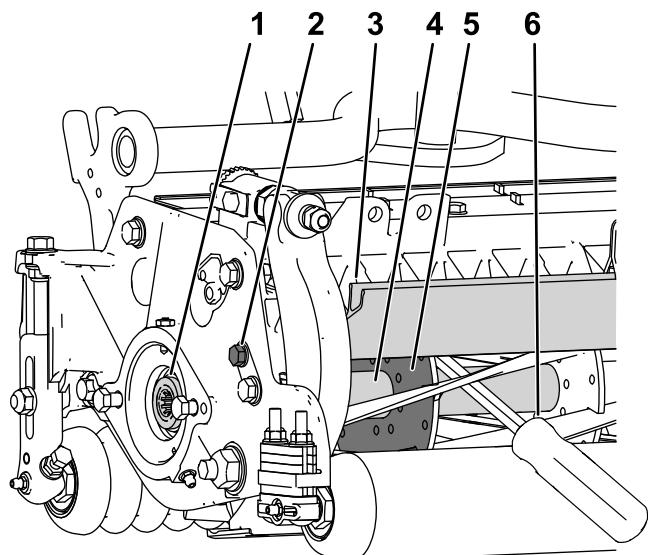

図 26
- カッティングユニット左側のシールドボルトをゆるめて後シールドを上げる図 26。
- 長い柄のバール9 mm x 30 cm程度のドライバータイプのもの。握りについているものがよいを用意する。バールは、トルク作業を行う側に近い側で、リールの後ろから差し込むようにする図 26。
- リールサポートプレートの溶接されている側からバールを入れ図 26、